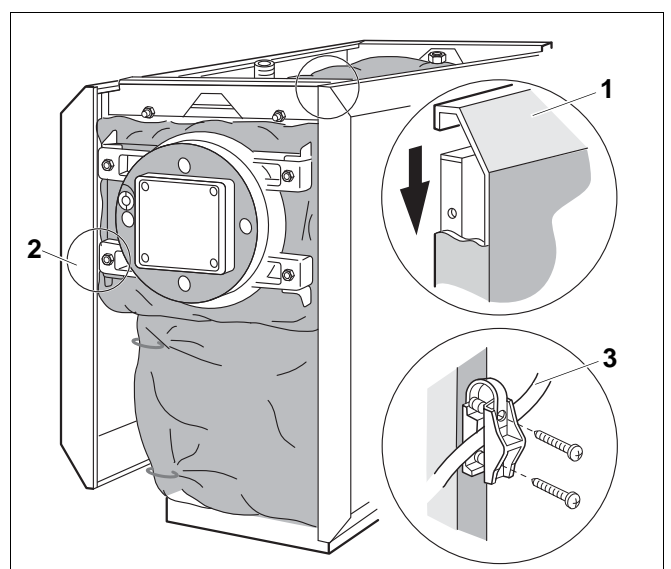

Рис. 13 Установка боковой стенки и протяжка кабеля горелки
- Приподнимите боковые стенки и навесьте отбортовкой на боковые траверсы (рис. 13, поз. 1).
- Заправьте края теплоизоляционных матов за отбортовку боковых стенок (рис. 13, поз. 2).
- Вставьте фиксатор кабеля горелки двумя штифтами в отверстия отбортовки левой или правой боковой стенки (рис. 13, поз. 3).
- Отрегулируйте кабель горелки на нужную длину, уложите в фиксатор, установите планку и заверните 2 самореза (рис. 13, поз. 3).